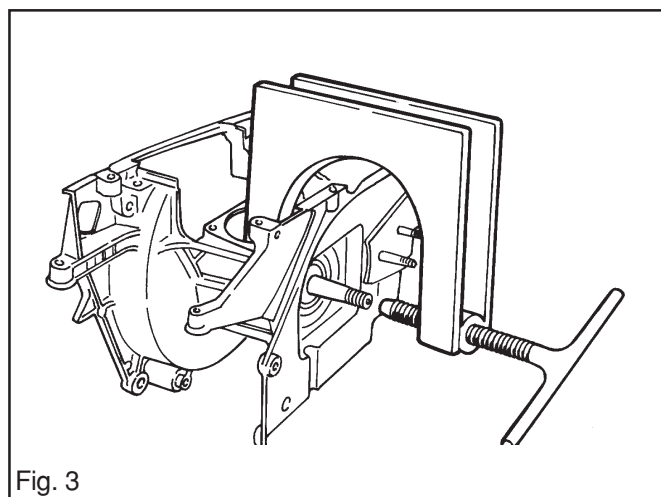

Fig. 3
5. Montez l'outil 502 51 61-01 comme indiqué sur la fig. 3 et démontez le demi-carter moteur du côté embrayage.